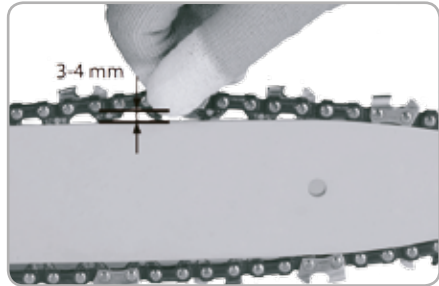

Fig.5
- Lanțul este tensionat corect atunci când este posibilă ridicarea acestuia de pe șina de ghidare și înălțimea acestuia în poziție orizontală la mijlocul șinei de ghidare este de 3 până la 4 mm (Fig.5).